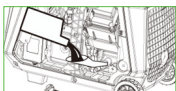
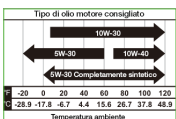

Fig.2
Fig.4
- Aggiungere 0,45 litri di olio motore. (Vedi tabella degli oli consigliati, Fig. 4) (Fig. 2)
- Utilizzare l'olio specificato nella prima sezione relativa all'avvio (tabella degli oli consigliati, Fig. 4).